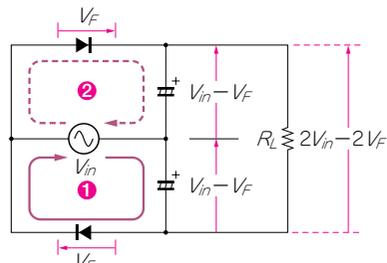

図2-5 ダイオードの V_F の影響を軽減できる倍電圧整流回路
図2-5は倍電圧整流回路と呼ばれるもので、ダイナモのプラスの半サイクルでは、①の方向に電流が流れ、下のコンデンサは、 $V_{in} - V_F$ に充電されます。次のマイナスの半サイクルでは、②の方向に電流が流れ、上のコンデンサも $V_{in} - V_F$ に充電されます。結果として、負荷 R_L の両端には、 $2V_{in} - 2V_F$ の電圧が得られ、 $V_{in} = 1.8V$ の場合、 $2 \times 1.8 - 2 \times 0.3 = 3V$ となり、 V_F の影響は20%に軽減できます。